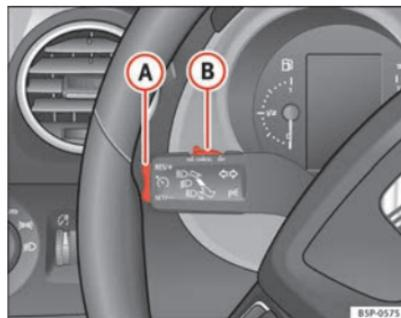

Fig. 154 Alavanca das luzes indicadoras de mudança de direcção e dos máximos: comando e botão basculante para o regulador de velocidade
- Quando se tiver alcançado a velocidade que se quer programar, premir brevemente a parte inferior do botão basculante **SET/-** ⇒ fig. 154 (A) uma vez.